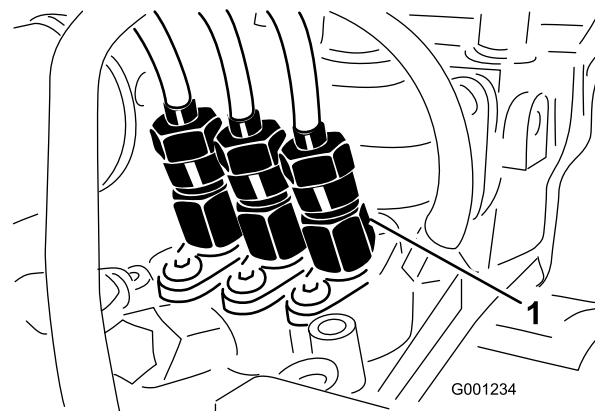

Рисунок 52
1. Ослабьте гайку трубки, идущей к соплу № 1, и держатель в сборе на насосе для впрыска топлива (Рисунок 52).